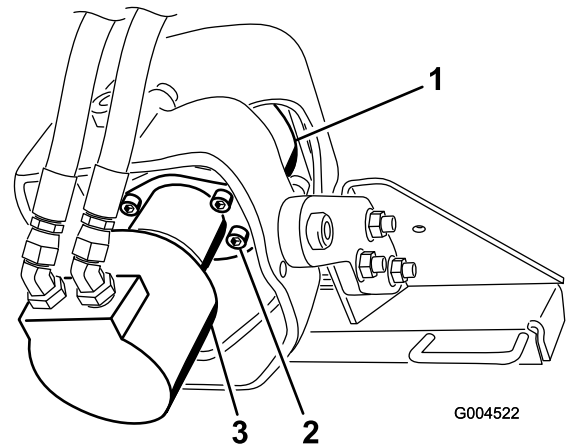

Figura 13
1. Sprijinii capul de antrenare peste o baie de ulei (Figura 13).